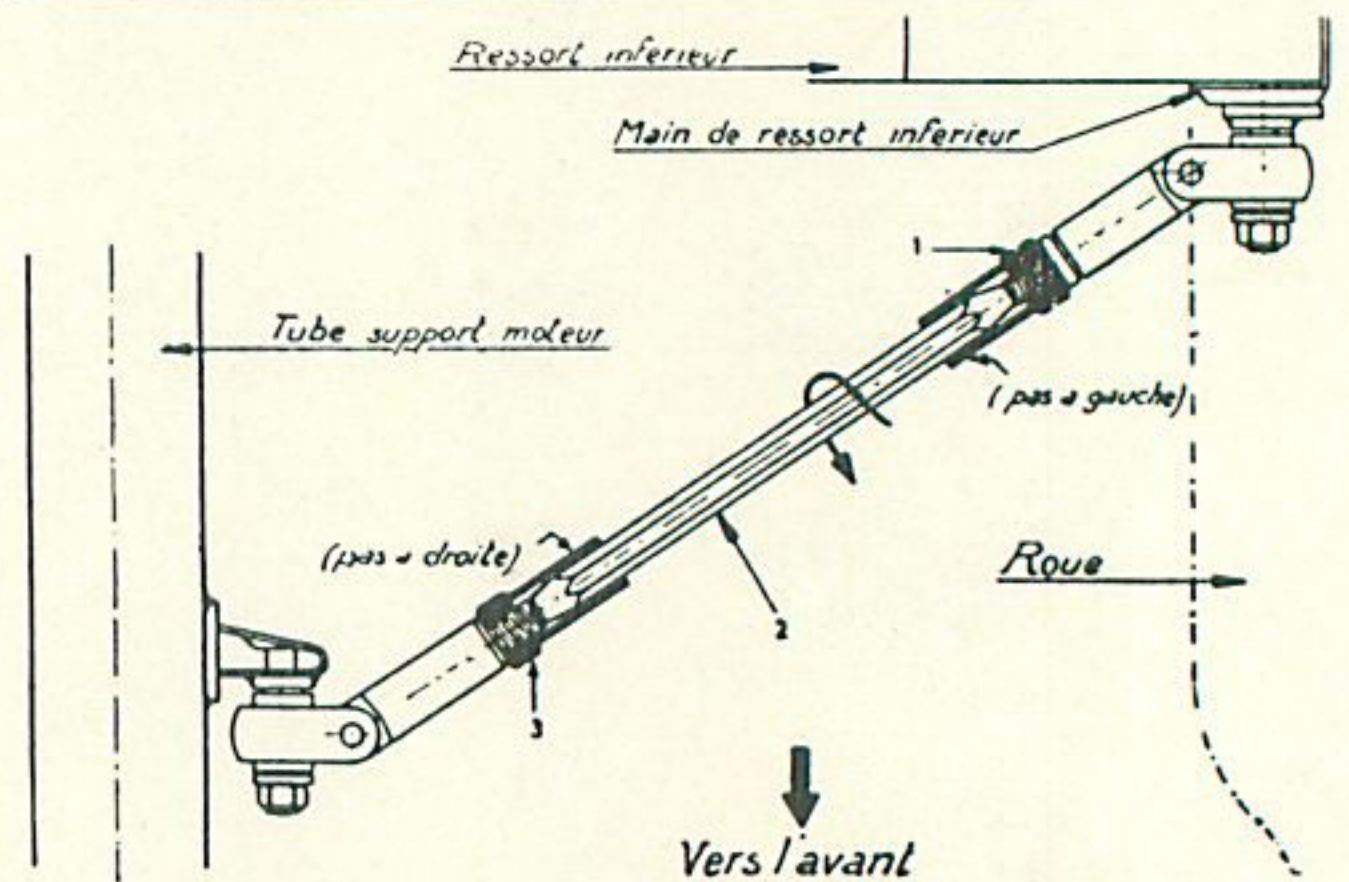

Fig. 50. — Réglage des tirants de suspension AV.
Les tirants de la suspension avant fixés, d'une part, à un point fixe du châssis et, d'autre part, aux mains du ressort inférieur, sont réglés au moyen de la tige 6 pans (2) (fig. 50).